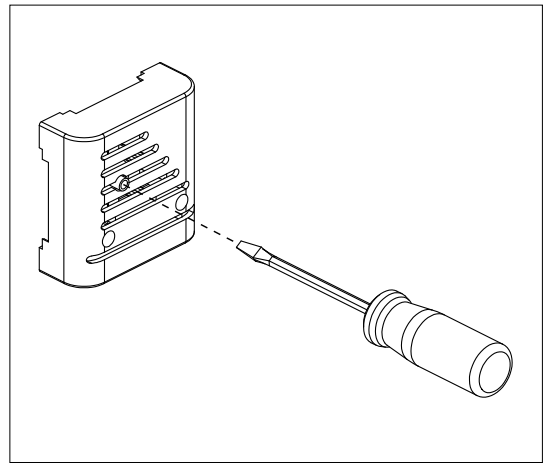

Bild 7.12-1: Återaktivering av överhettningsskyddet
- Bastuaggregatets överhettningsskydd har löst ut: orsaken till att överhettningsskyddet har utlösts måste utredas! Överhettningsskyddet kan återaktiveras genom att klicka på temperatursensorn (bild 7.12-1).